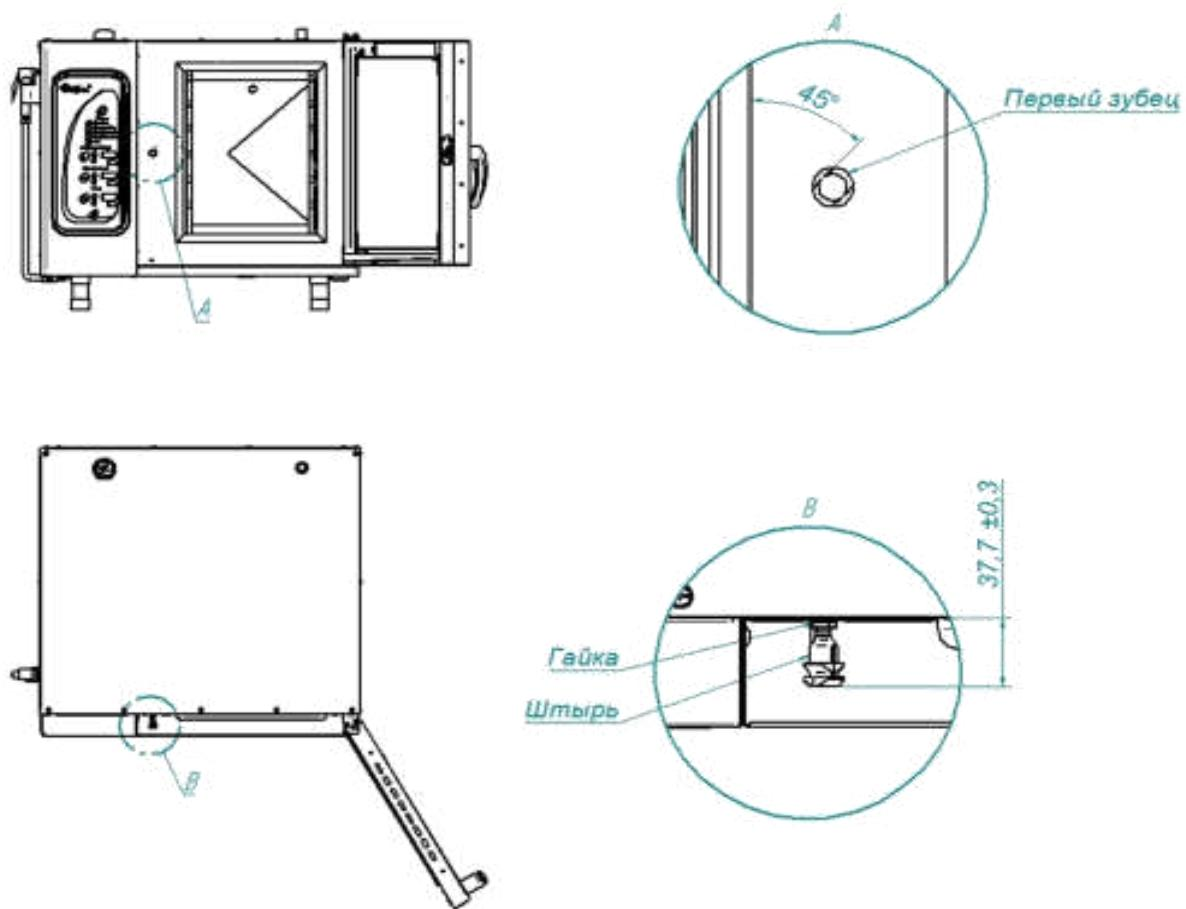

Рис. 11. Регулировка замкового устройства
При ослаблении уплотнителя двери пароконвектомата необходимо отрегулировать положение штыря (см. рис. 11). Для этого:
- отрегулировать положение штыря согласно указанным размерам и положению зубцов (при ослаблении профиля штырь необходимо закручивать, т.е. уменьшить размер 37,7мм, выдерживая угол  $45^0$  – см. рис. 11);